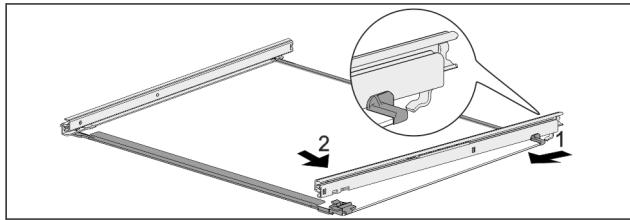

Fig. 41 Skleněná deska s kolejničkami
- Zahákněte kolejničku vzadu. Fig. 41 (1)
- Zaklapněte kolejničku vpředu. Fig. 41 (2)